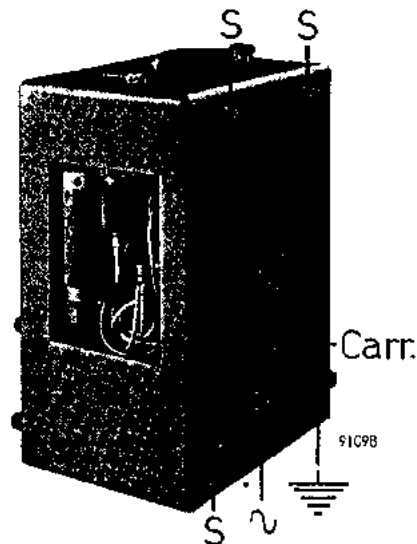

Fig. 17
Bij de wisselspanningsmeetkop behoren 2 opschroefbare doppen (zie fig. 19). De kleine zit bij levering op de meetkop geschroefd, de grote is geschroefd aan het steunstuk in de opbergruimte (zie fig. 17).
De aardklem („ $\perp$ ” in fig. 17) is verbonden met de kast, met  $Bu_3$  (gemarkt „ $\perp$ ” in fig. 18) en met één der statische afschermingen van de transformator, doch niet met  $Bu_1$  en  $Bu_5^*$ .
Het apparaat is bij aflevering ingesteld voor een netspanning van 220 volt, welke spanning kan worden afgelezen door de ronde opening „Carr.” in de achterwand (zie fig. 17). Komt deze spanning niet overeen met de plaatselijke netspanning dan verwijderd men het afdekplaatje, trekt de netspanningskiezer een weinig uit en draait deze tot de gewenste spanning boven staat, waarna men de kiezer weer indrukt. Nu wordt het afdekplaatje weer aangebracht zodat de gewenste netspanning door de opening zichtbaar is.
**Aarde** – De aardklem („ $\perp$ ” in fig. 17) dient met een goede aardleiding te worden verbonden, alvorens de verbinding met het net tot stand wordt gebracht.
**Net** – Wanneer de schakelaar  $Sk_2$  uitgeschakeld staat (linksom op 0) worden de verzonken stekerpennen („ $\sim$ ” in fig. 17) op het wisselstroomnet aangesloten met behulp van het meegeleverde netsnoer.
De meetkoppen kunnen worden opgeborgen in de ruimte aan de rechterzijde van de meter. Daartoe wordt de verlengpen van de gelijkspanningsmeetkop afgeschoven en in één der bussen  $Bu_{12}$ – $Bu_{15}$  gestoken en wordt de meetkop in de opening links naast de bus  $Bu_{11}$  gestoken, waarna ook het snoer in deze ruimte kan worden opgeborgen (zie fig. 17).
Het apparaat kan uit de kast genomen worden na het verwijderen van de drie schroeven („S”) en de aardklem („ $\frac{1}{\text{E}}$ ”) aan de achterzijde (zie fig. 17).